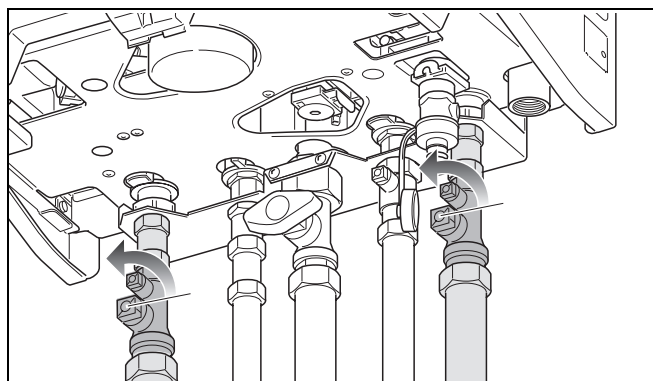

Abb. 15 Wartungshähne öffnen (hier: Stellung geöffnet)
- Wartungshähne an Heizungsanlauf und -rücklauf (Abb. 15) öffnen (Stellung offen: parallel zum Rohr).